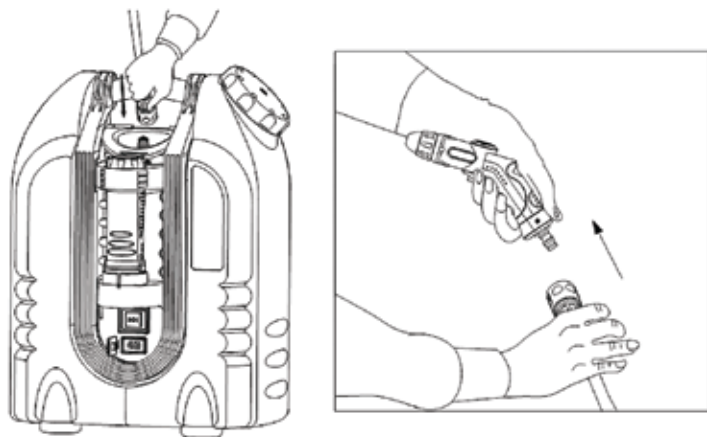

Рис.4
4. Подключите шланг высокого давления к выходному штуцеру мини-мойки при помощи быстросъемного соединения, а также подключите пистолет-распылитель к другому концу шланга(рис.4).